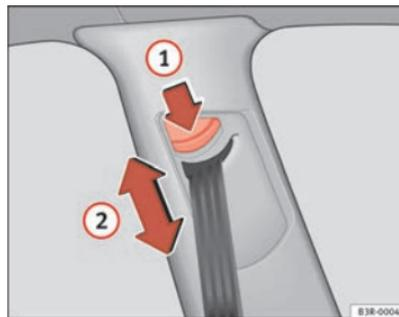

Fig. 16 Ajuste de la altura del cinturón (dispositivo-guía)
- Pulse la tecla ⇒ fig. 16 ① para ajustar la altura del cinturón.
- Desplace el dispositivo-guía hacia arriba o hacia abajo, de modo que la banda del hombro se deslice aproximadamente por el centro del mismo, pero **en ningún caso sobre el cuello** ⇒ fig. 16 ② ⇒ ⚠ en “Colocación de la banda del cinturón”, página 24.